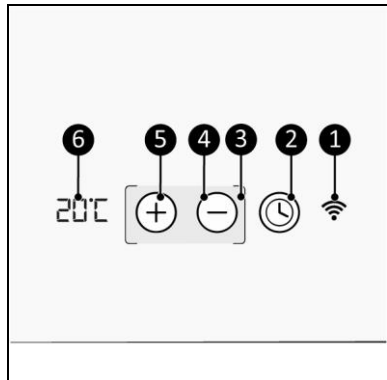

Abbildung 5
Der LED-Bildschirm erlischt automatisch nach ± 15 Sekunden. Die eckigen Klammern bleiben sichtbar. Berühren Sie das Gerät zwischen den eckigen Klammern (Abbildung 5, pos. 3), damit es wieder aufleuchtet.